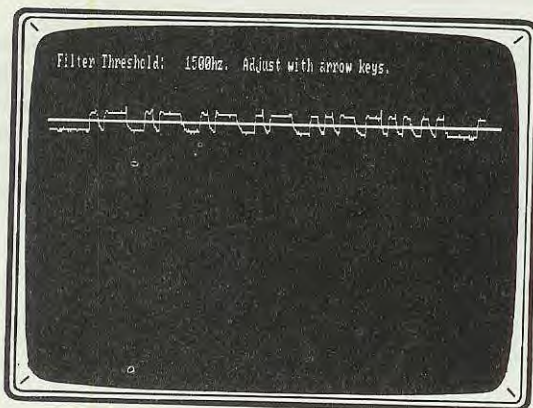

Fig.26 Premendo due volte il tasto C vi apparirà questa maschera. Anche qui dovreste portare la riga orizzontale al centro delle onde.
- Premete per **due** volte la lettera **C** e sul monitor vi apparirà la maschera di fig.26 e, sempre premendo i tasti **freccia su** o **freccia giù** portate la riga di riferimento sulla **parte superiore** del segnale di BF.